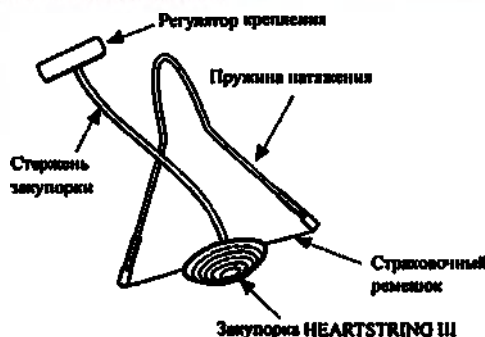
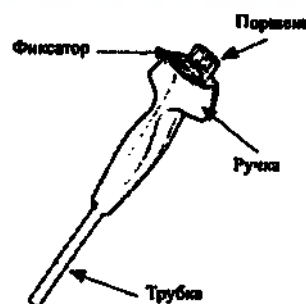
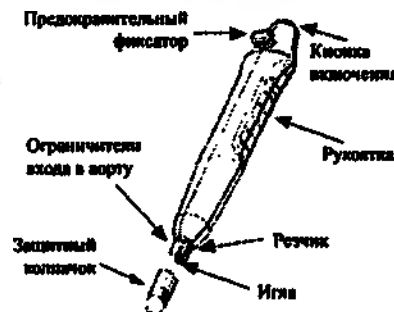

Рисунок 1.
Рисунок 2.
Рисунок 4.
Система проксимальной закупорки HEARTSTRING III состоит из проксимальной закупорки (рисунок 1), устройства доставки (рисунок 2), загрузочного устройства (рисунок 3), а также резчика аорты (рисунок 4). Закупорка HEARTSTRING III представляет собой устройство, которое доставляется к аорте посредством аортотомии, сделанной с помощью резчика аорты, и обеспечивает местную закупорку для создания проксимального анастомоза. Устройство доставки представляет собой шприцеобразную трубку с поршнем, который используется для раскрытия закупорки HEARTSTRING III внутри аорты. Загрузочное устройство представляет собой механизм, который сворачивает закупорку HEARTSTRING III и загружает закупорку HEARTSTRING III в устройство доставки. Резчик аорты представляет собой устройство для однократного использования (для одной аортотомии), которое состоит из рукоятки, резчика, ограничителя входа в аорту, колпачка, иглы, предохранительного фиксатора и кнопки включения. Он используется для аортотомии с целью наложения анастомоза.
- Систему проксимальной закупорки HEARTSTRING III не следует применять у пациентов с тонкостенными аортами из-за потенциального риска разрыва стенки аорты страховочным ремешком (рисунок 1).
- 6.2. Осторожно извлечь защитный колпачок, покрывающий резчик и иглу. Подготовить резчик, разблокировав предохранительный фиксатор (рисунок 4) нажатием, до его плотного прилегания к внешнему корпусу устройства.